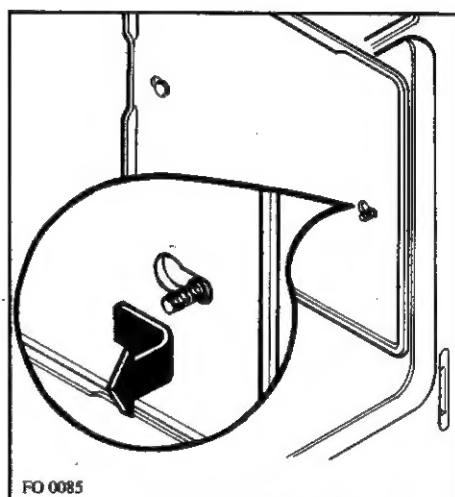

Fig. 12
- sortir les rails et tirer les panneaux vers l'extérieur en les faisant glisser sur les pivots (Fig. 12).
En remontant les panneaux, afin d'éviter tout dommage à l'émail ou problème lors du positionnement successif de la grille ou de la lèchefrite, vérifier que les trous des panneaux soient complètement encastrés dans leurs pivots respectifs (Fig. 12).